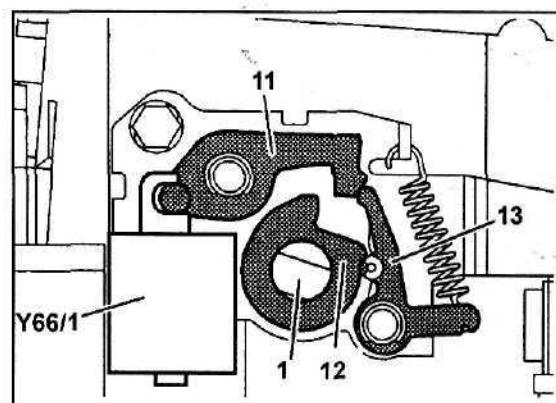

Рис. 7.
Механизм блокировки положений "R" и "P" предназначен для препятствования случайного перемещения рычага выбора диапазона в положение "R" или "P" при скорости движения автомобиля выше 10 км/час. Исполнительный электромагнит Y66/1 (рис. 7), управляемый электронным блоком управления трансмиссией, перемещает рычаг (11) в направлении кулачка (12), при этом вал переключения (1) блокируется.